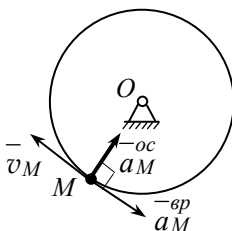

Рис. 61
47. Диск вращается вокруг оси z (рис. 61). Заданы направления векторов скорости, вращательного и осестремительного ускорений точки M . Постройте направления ω_z , ε_z .